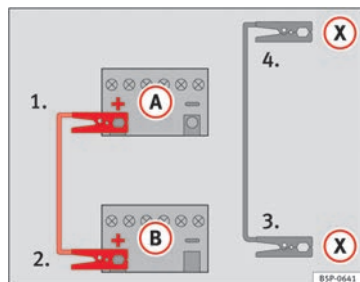

Fig. 173 Esquema de ligação para veículos com sistema Start/Stop.
- **Em veículos com sistema Start-Stop:** Ligue uma extremidade do cabo *preto* de emergência (X) a um terminal de massa adequado, a uma peça de metal maciça que esteja aparafusada ao bloco do motor, ou ao próprio bloco do motor → Fig. 173.
5. Ligue a outra extremidade do cabo *preto* de emergência (X), no veículo com a bateria descarregada, a uma peça de metal maciça que esteja aparafusada ao bloco do motor ou ao próprio bloco do motor, mas o mais afastado possível da bateria (A).